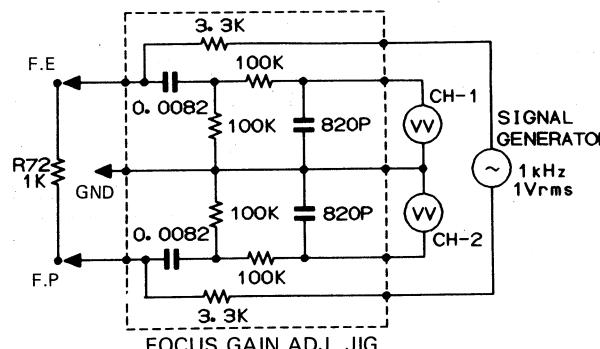

Figure 23-1
*2: Apply sine wave (Oscillation frequency 1.0 kHz, 1.0 Vrms) as shown in Figure 23-1.
*2: Eine Sinuswelle wie in Abbildung 23-1 dargestellt zuleiten (Schwingungsfrequenz 1,0 kHz, 1,0 Veff)
*2: Appliquer de l'onde sinusoïdale (fréquence d'oscillation 1,0 kHz, 1,0 Vrms) comme indiqué dans la figure 23-1.